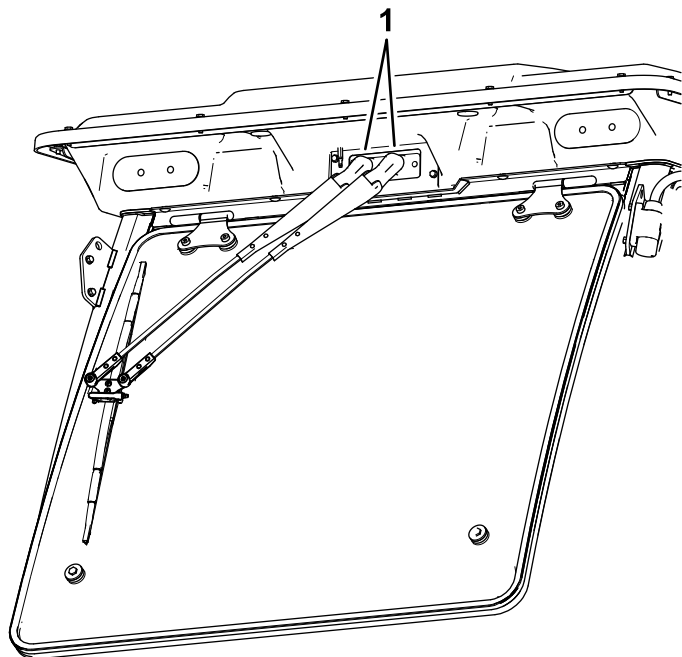

Рисунок 83
1. Откройте заглушки в верхней части рычагов стеклоочистителей (Рисунок 83).